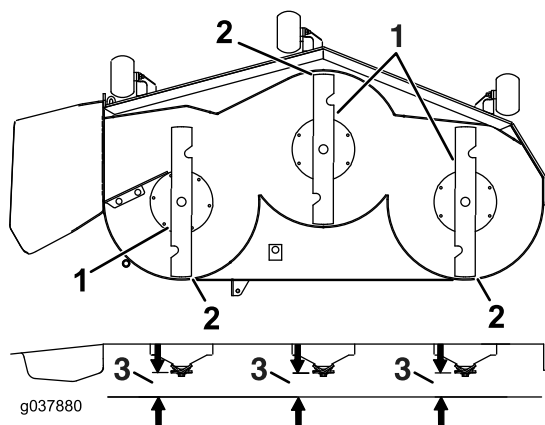

Figura 81
7. Compruebe el nivel longitudinal de la cuchilla (Figura 81). Asegúrese de que la punta de la cuchilla delantera está más abajo que la punta de la cuchilla trasera, como se muestra en Altura de bloque y soporte. Si se requieren ajustes, siga con este procedimiento.